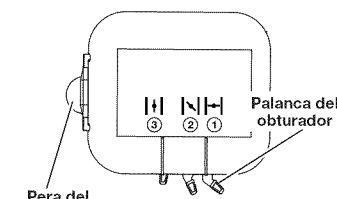

Fig. 9
3. Oprima y suelte completamente la pera del cebador 10 veces, lentamente. Deberá verse alguna cantidad de combustible en la pera del cebador (Fig. 9). Si no se ve combustible en la pera, oprima la pera hasta que se vea el combustible.
4. Coloque la palanca del obturador en la **Posición 1** (Fig. 9).
6. **No apriete el gatillo.** Coloque la palanca del obturador en la **Posición 2** (Fig. 9).
9. Continuar oprime el gatillo. Mover la palanca del obturador a la **Posición 3** (Fig. 9) y continuar el calentamiento del motor por un período adicional de 60 segundos. La unidad se puede usar durante este tiempo.
7. **No apriete el gatillo.** Coloque la palanca del obturador en la **Posición 2** (Fig. 9).
11. Continuar oprime el gatillo. Mover la palanca del obturador a la **Posición 3** (Fig. 9) y continuar el calentamiento del motor por un período adicional de 60 segundos. La unidad se puede usar durante este tiempo.